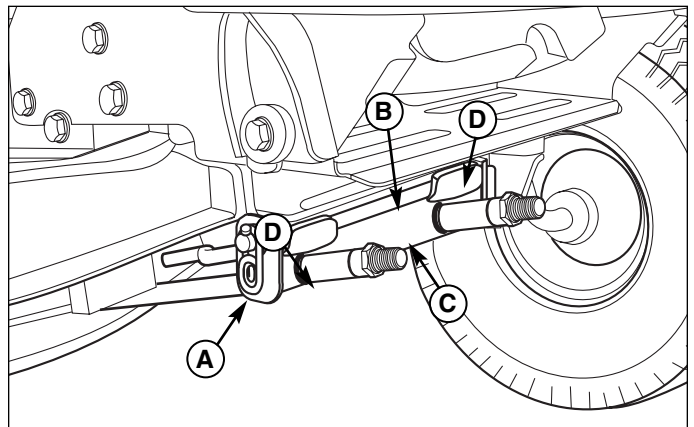

Abbildung 6. Mähwerkaufhängung
6. Räder gerade ausrichten. Die Mähwerkaufhängung (C) unterbauen. Sicherheitssplint (A, Abbildung 6) und Stange (B) ausbauen. Die Mähwerkaufhängung (C) absenken.
3. Räder gerade ausrichten. Die Mähwerkaufhängung (C, Abbildung 6) anheben. Stange (B) durch Mähwerkaufhängung (C) und Traktorhalterungen (D) einschieben. Mit dem Sicherheitssplint (A) sichern.